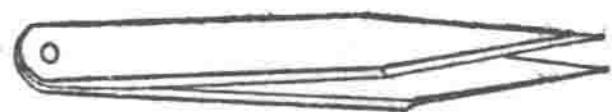

图 1-2 镊子
**镊子**（图 1-2）：一般应备有两把，一把用于平时的各种修理，一把专门用于整理游丝。都可以在商店买到。用于整